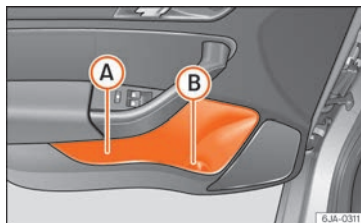

Fig. 158 Portaobjetos en el revestimiento de la puerta.
En la parte (B) »» fig. 158 del portaobjetos de la puerta delantera se encuentra un portabottellas.
Para no limitar el radio de acción de los airbags laterales, sólo utilice la parte (A) »» fig. 158 del portaobjetos en la puerta delantera para almacenar objetos que no sobresalen de este.